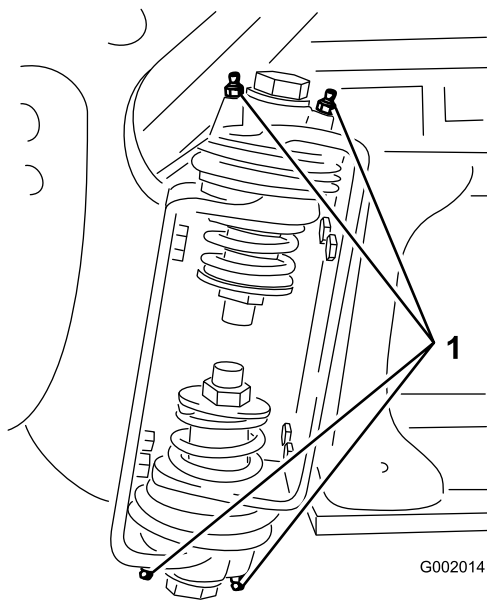

Bild 86
2. Pressen Sie Fett in die Lager oder Büchsen jedes Anschlussstückes **Bild 86**.